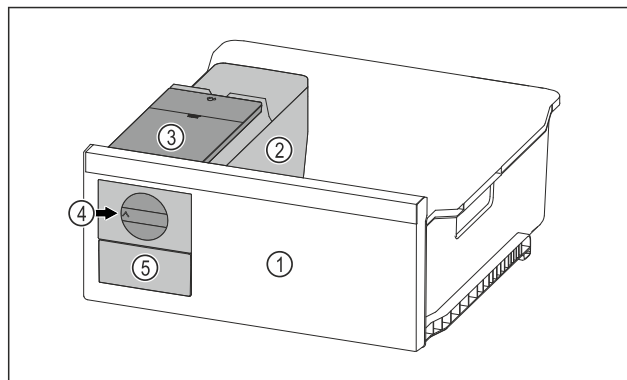

Fig. 68 Reprezentare exemplificatoare
- ▶ Rotiți butonul rotativ Fig. 68 (4) în sens orar până la opritor.
- ▷ Cuburi de gheață cad din tava pentru cuburi de gheață în sertarul pentru cuburi de gheață Fig. 68 (5).